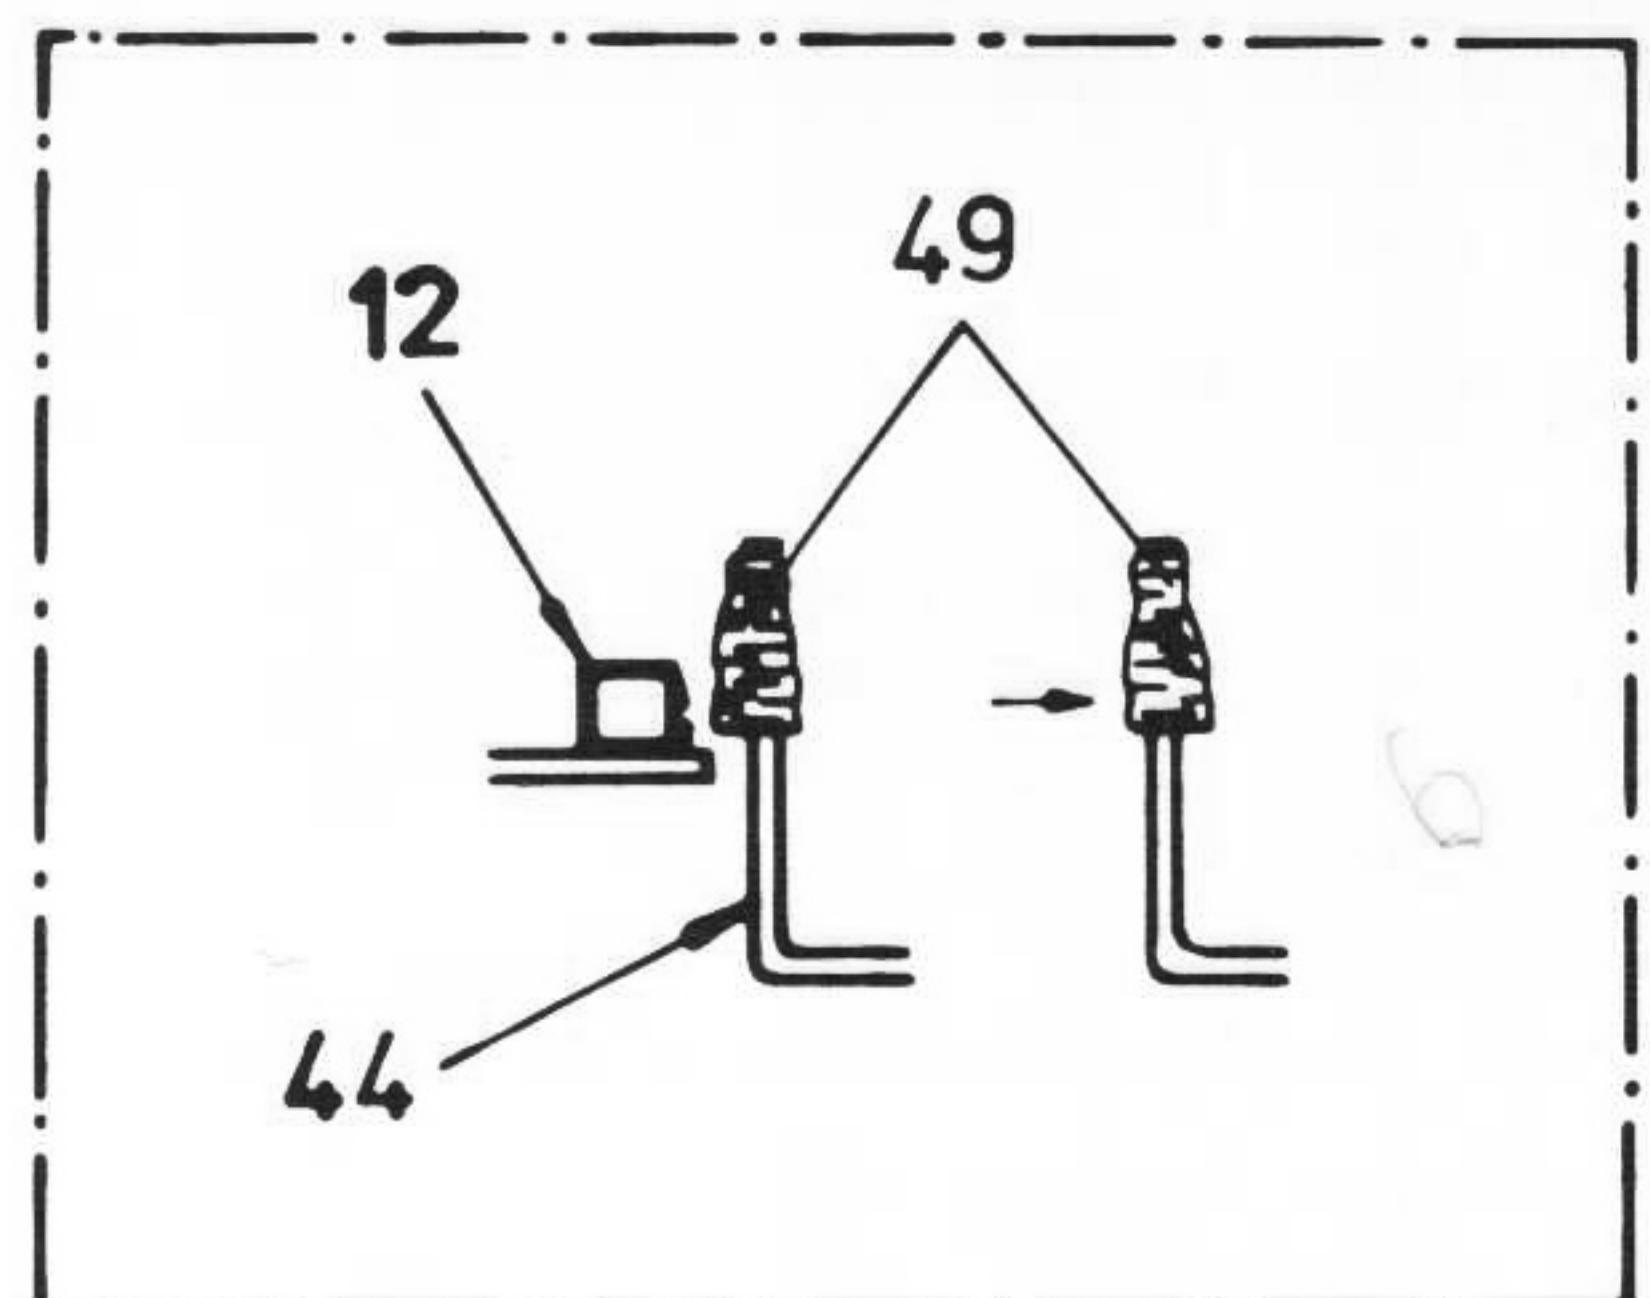
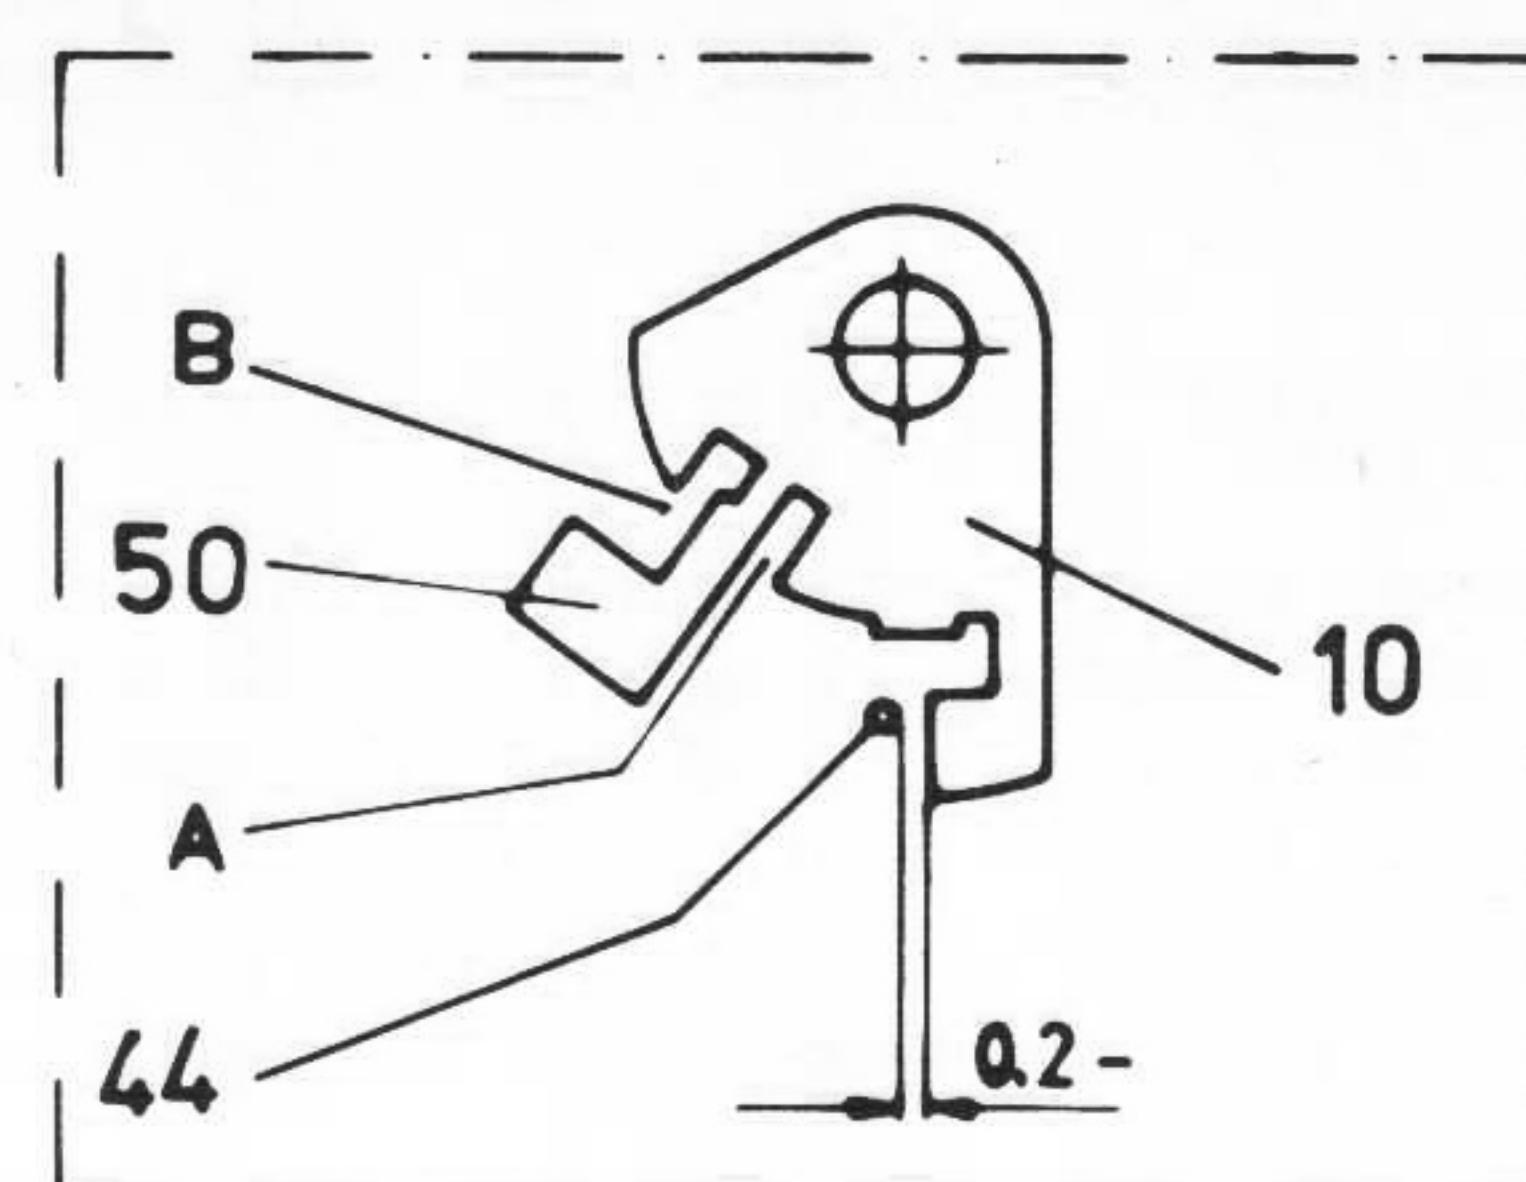

Fig. 1
Fig. 2
Manöverplåten (10) vrider på tonarmsaxeln så att i fig. 2 angivet spel erhålls mellan manöverplåtens arm ochstång 3 (44). Härefter drages stoppskruvarna för manöverplåten hårt och kontrolleras att inställningen är riktig. Kontrollera också att fjäderstrumpan (49) på stången sitter nägorlunda koncentriskt och på rätt höjd. Överändan på fjäderstrumpan skall överlappa luftgapet på magnet (12) med 1-3 fjädervarv, om manöverplåten (10) och med denna magneten vrids in mot strumpan. (Fig 1). På ett litet avstånd från strumpan kommer denna att attraheras av magneten och böja sig in mot denna. Härvid kopplas stång 3 (44) och manöverplåt (10) ihop utan att nämnvärt påverka tonarmen.